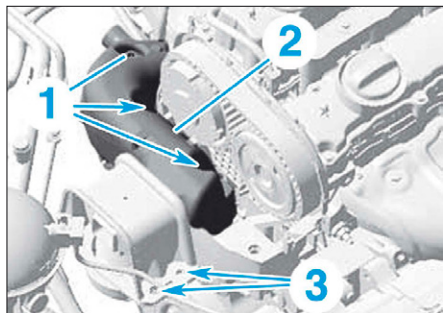

FIG. 1
- Déposer les vis de fixation (1) (Fig.1).
- Déposer la partie supérieure du support moteur côté droit (2).
- Déposer les vis (3).